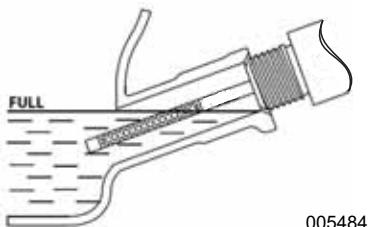

Imagen 4-2. Rango de funcionamiento seguro
5. Para comprobar el nivel de aceite, inserte la varilla en la boca de llenado de aceite sin enroscarla. Consulte la **Imagen 4-2**.
- Para comprobar el nivel de aceite, saque el embudo e inserte la varilla en la boca de llenado de aceite sin enroscarla. Consulte la **Imagen 4-2**.